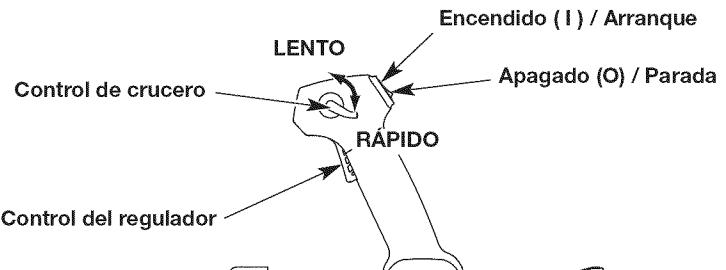

Fig. 10
- NOTA:** No hay necesidad de encender la unidad. El interruptor de Encendido/Apagado debe estar en la posición ENCENDIDO (I) en todo momento (Fig. 10).
- NOTA:** NO apriete el control del regulador hasta el paso 9 (Fig. 10).
2. Oprima y no suelte el interruptor de control de Encendido y Apagado en la posición APAGADO (O) hasta que el motor se detenga por completo (Fig. 10).
NOTA: No hay necesidad de encender la unidad. El interruptor de Encendido/Apagado debe estar en la posición ENCENDIDO (I) en todo momento (Fig. 10).
NOTA: NO apriete el control del regulador hasta el paso 11 (Fig. 10).
- Utilice el control de crucero para facilitar el funcionamiento continuo (Fig. 10).